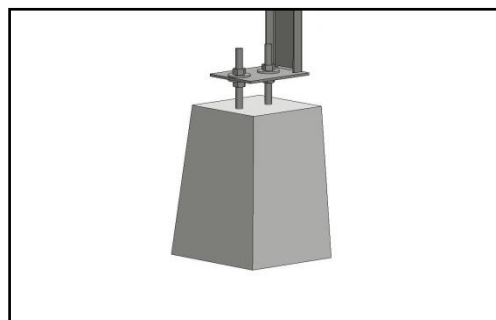

Abbildung 10, Fundamentsockel anbringen / Höhe Einstellen
22. Befestigen Sie die stählernen Stellfüße auf den Gewindestangen der Fundamentsockel in der ungefähren Endhöhe (Abb. 10).